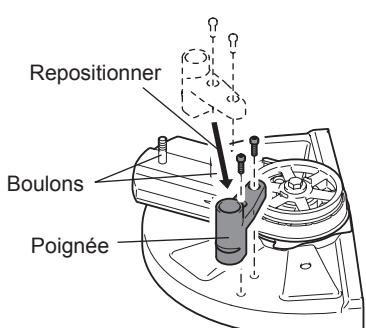

Fig. 5
- Replacez la poignée. (Fig. 5)